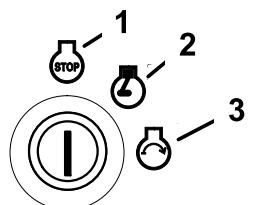

Figura 13
6. Gire la llave de contacto a la posición de Arranque (Figura 13). Cuando el motor arranca, suelte la llave.
4. Gire la llave de contacto a la posición de Desconectado y retire la llave (Figura 13).